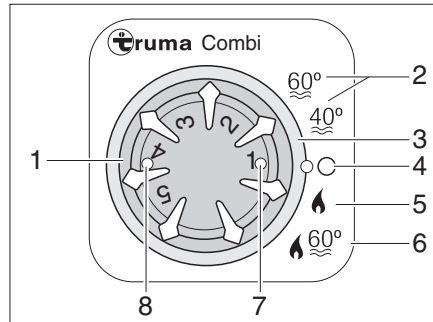

Fig. 293 Unité de commande pour chauffage/chauffe-eau
- Régler le mode de fonctionnement avec l'interrupteur rotatif (Fig. 293,3).
Le chauffage règle le degré d'allumage automatiquement en fonction du niveau de chauffage réglé. En mode de fonctionnement "Chauffage et chauffe-eau" (Fig. 293,6), l'eau du chauffe-eau est également chauffée. Le chauffage peut être exploité avec un chauffe-eau vide dans le mode de fonctionnement "Chauffage sans chauffe-eau" (Fig. 293,5).
- Régler le bouton tournant de température (Fig. 293,1) de l'unité de commande sur le niveau de chauffage désiré.
- Régler l'interrupteur rotatif (Fig. 293,3) sur régime hiver "Chauffage sans chauffe-eau" (Fig. 293,5) ou sur régime hiver "Chauffage et chauffe-eau" (Fig. 293,6).
Le voyant de contrôle vert (Fig. 293,7) s'allume.
- Régler l'interrupteur tournant (Fig. 293,3) sur "O" (Fig. 293,4).